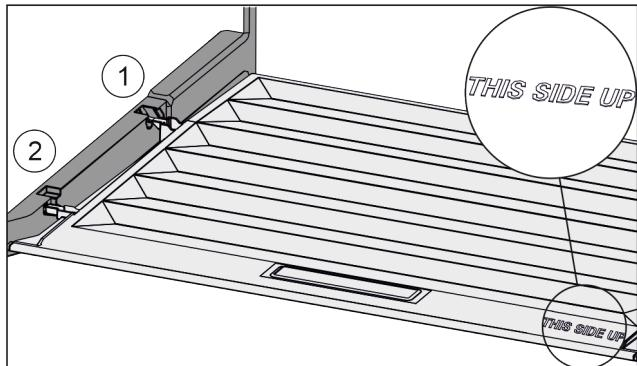

Fig. 132
- Introduire les rainures du couvercle par l'orifice du support arrière Fig. 132 (1) et les enclencher à l'avant dans le support Fig. 132 (2).